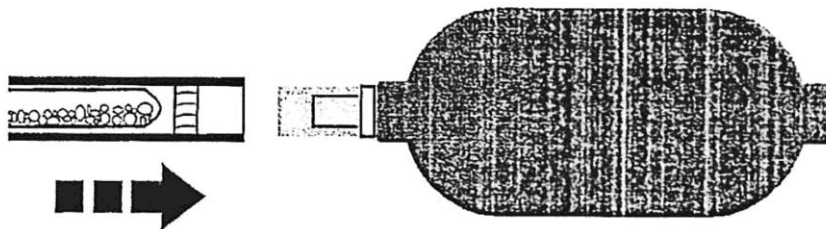

Abb.2
- Rauchröhrchen mit dem Schlauchstück der Hand- Rauchpumpe so verbinden, dass die Ampulle mit dem weißen Granulat zur Pumpe weist (Abb.2).